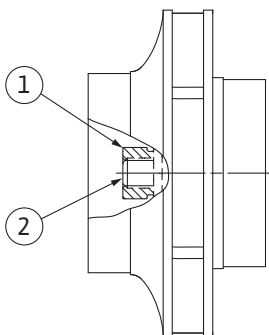

Fig. 101: Правильне положення гайки робочого колеса після монтажу
8. Утримуючи вал ріжковим гайковим ключем (розмір 22 мм), затягнути гайку робочого колеса з передбаченим крутним моментом «Крутні моменти затягування» [► 144]). Гайка (Fig. 101, поз. 1) має відступати від кінця вала приблизно на  $\pm 0,5$  мм (Fig. 101, поз. 2). Якщо цього досягнути не вдалося, викрутити гайку й повторити операції 4 – 8.